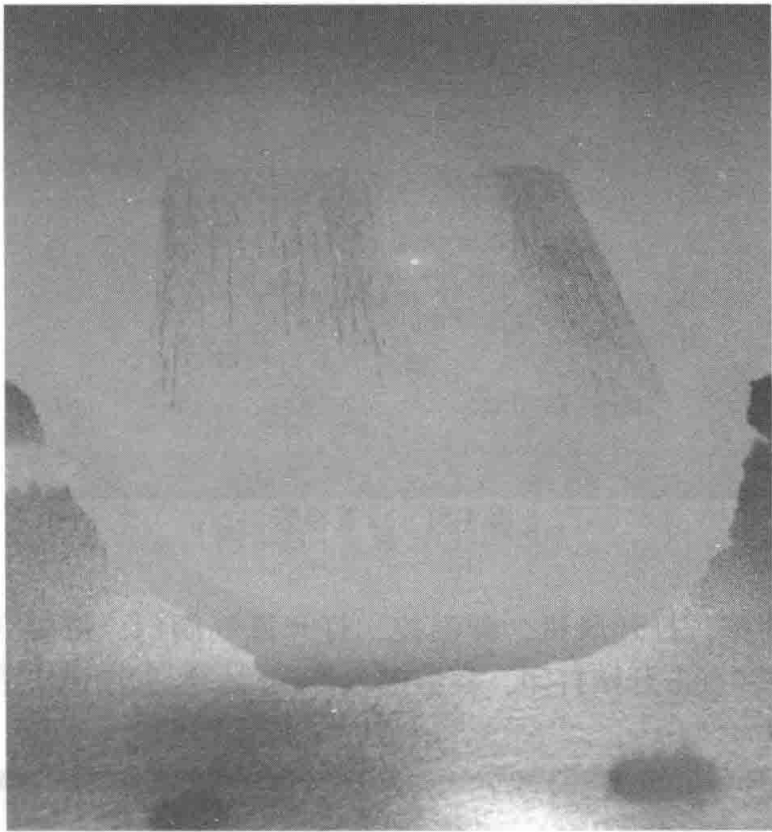

图 4-79 均匀铺粉
- (3) 调整好 Z 轴高度后，将刮板回到零点位置，铺第一层粉末，确保第一层粉末薄且均匀，如果铺粉不均匀要重新调整 Z 轴高度并重新铺粉，如图 4-79 所示。